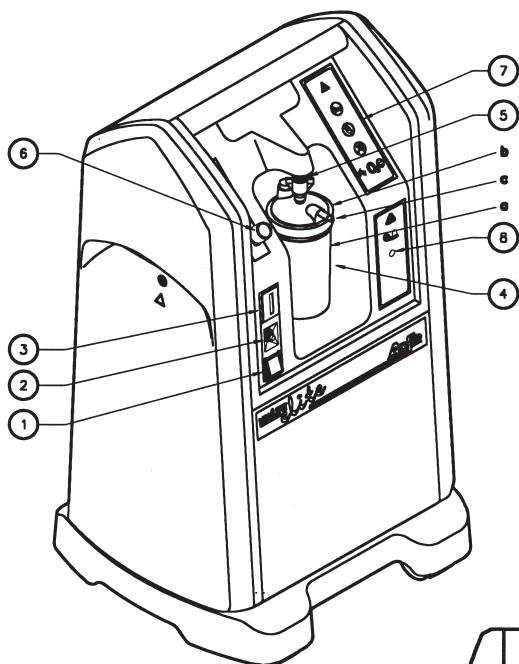

Fig. I.1
I. 1. Face dianteira (Fig. I. 1)	2-PT
I. 1. Face dianteira (Fig. I. 1)